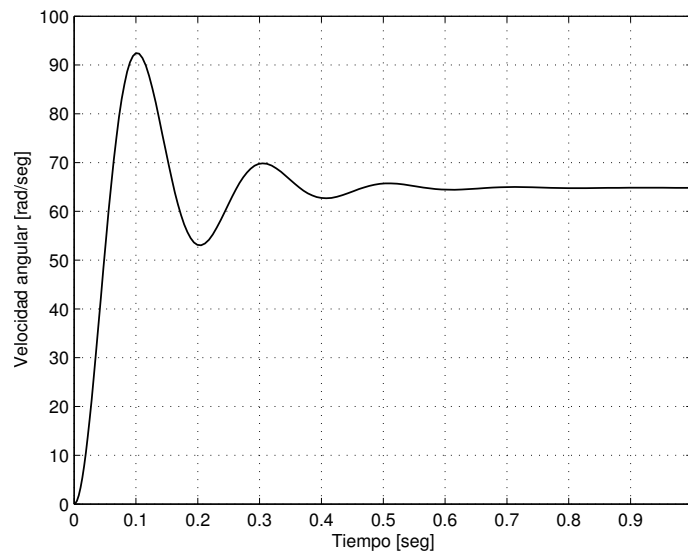

Figura 3: Evolución de la velocidad angular  $\omega$  del sistema de la Figura 2.
Aplicando un escalón de tensión de armadura de 440 V ( $U(t) = 440\mu(t)$ ) estando el motor completamente desenergizado (con condiciones iniciales nulas), y con torque de carga nulo ( $T \equiv 0$ ), se obtiene la evolución de la velocidad angular  $\omega$  mostrada en la Figura 3.
- c) Compare la evolución de  $\omega(t)$  con la gráfica de Figura 3. Verifique que sus cálculos del punto 2 sean correctos.